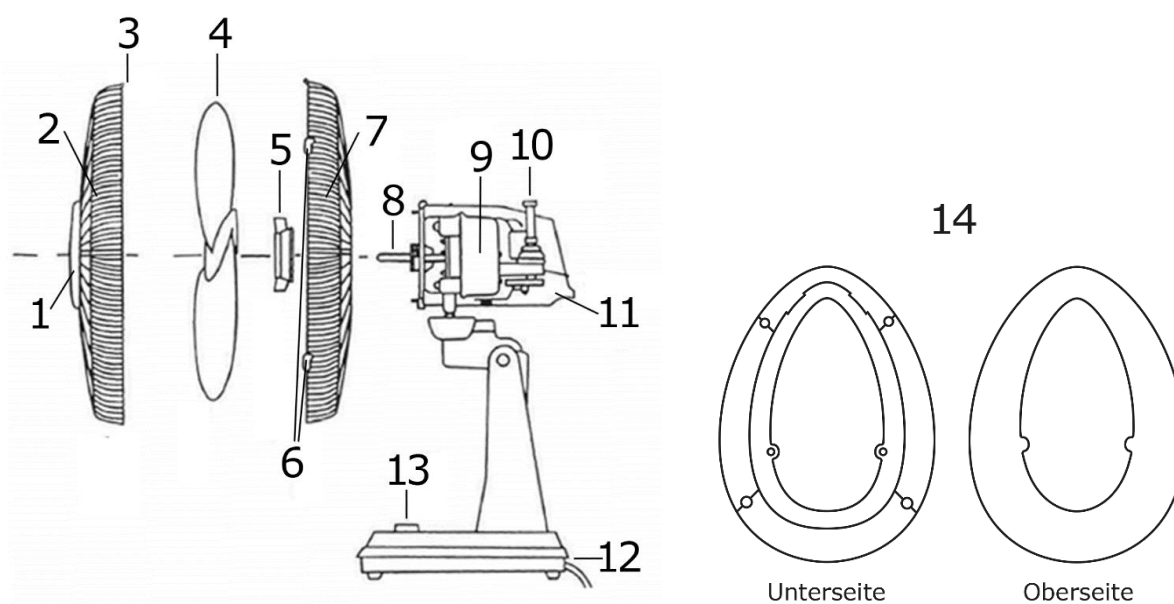

Figure 2 Contenu de la livraison
- ✓ Vérifiez si la livraison est complète (voir Fig. 2).